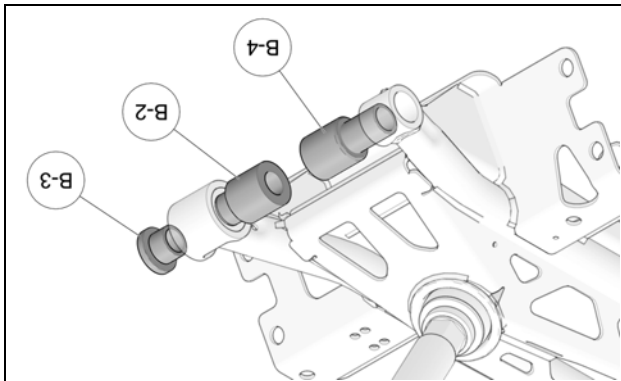

Figure 13
- Insérer les T-bagues aux logements de l'extrémité du châssis en vous assurant de respecter l'emplacement et le sens de leurs positions. Voir la Figure 13.